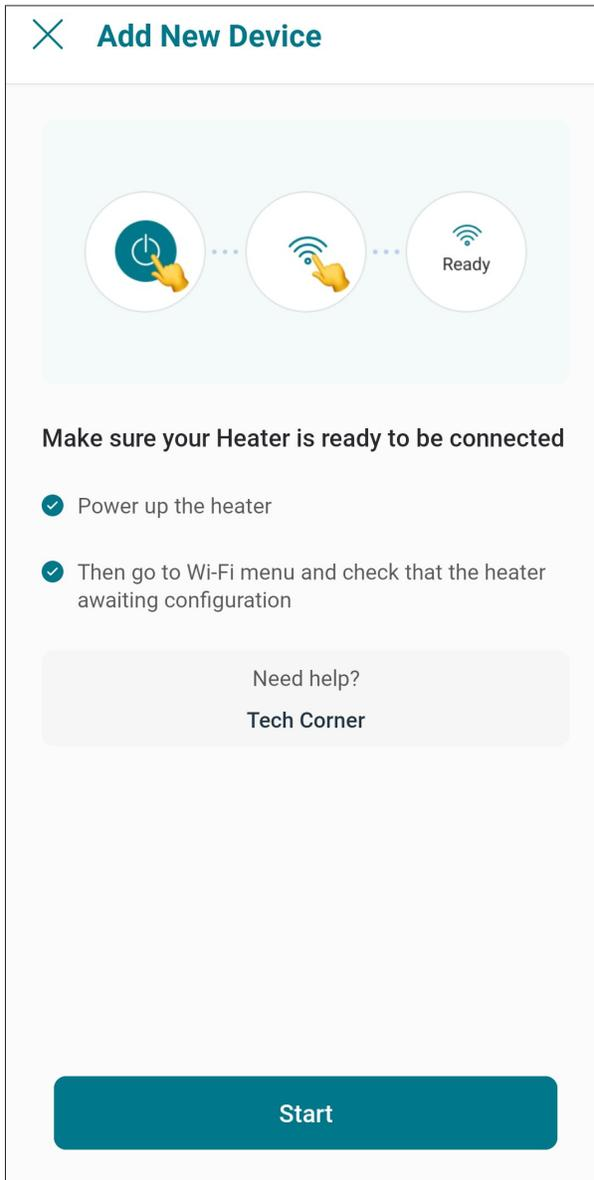

Figure 99. Contrôle de l'appareil
4. L'écran « Check your device » (Contrôlez votre appareil) s'affiche. Assurez-vous que chauffe-piscine est alimenté et qu'un signal Wi-Fi est disponible dans la zone, puis appuyez sur le bouton « Ready » (Prêt). Voir Figure 99.